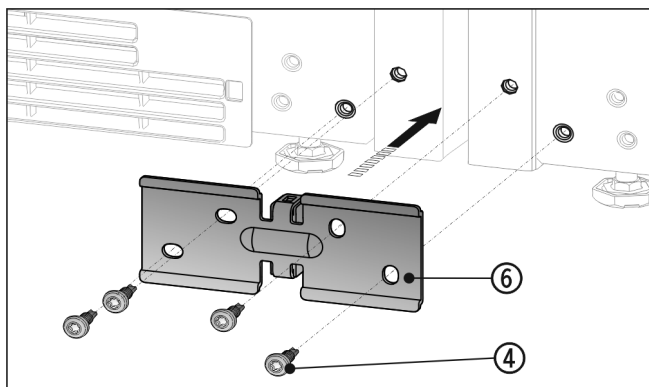

Fig. 15
- ▶ Deslice la escuadra Fig. 15 (6) junto con la pieza distanciadora entre los aparatos y atorníllela ligeramente con los 4 tornillos Fig. 15 (4).